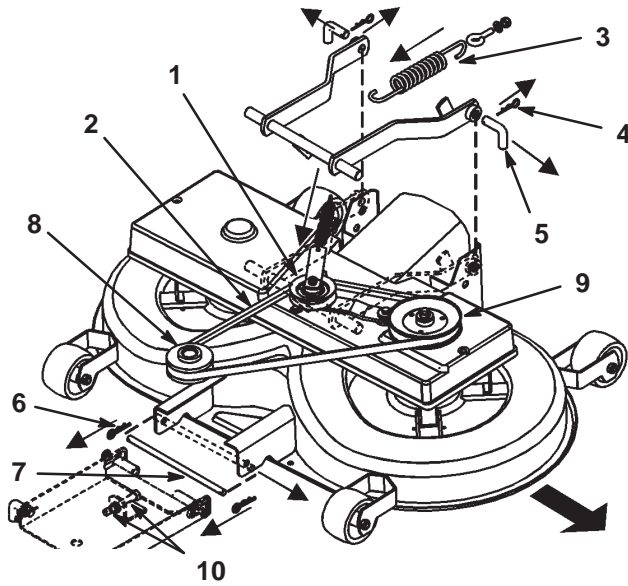

Bild 36
8. Ziehen Sie den Spannarm nach innen. Nehmen Sie den Keilriemen von der Scheibe ab (Bild 36).
9. Nehmen Sie die Feder vom Schalthebel ab (Bild 36).
11. Entfernen Sie die zwei Splintclips von den zwei hinteren Stiften und nehmen Sie die Stifte ab (Bild 36).
12. Entfernen Sie den Splintclip vom vorderen Stift und nehmen Sie den Stift ab (Bild 36).
13. Entfernen Sie den Keilriemen von der Motorriemenscheibe (Bild 36).
2. Entfernen Sie den Keilriemen und den Antriebsarm (Bild 36).
7. Drehen Sie den unteren Stift der Einstellung für die vordere Aufhängung in die untere Stellung der geschlitzten Löcher. Stellen Sie hierfür die 2 Muttern (M12) an der vorderen Aufhängung ein (Bild 36).